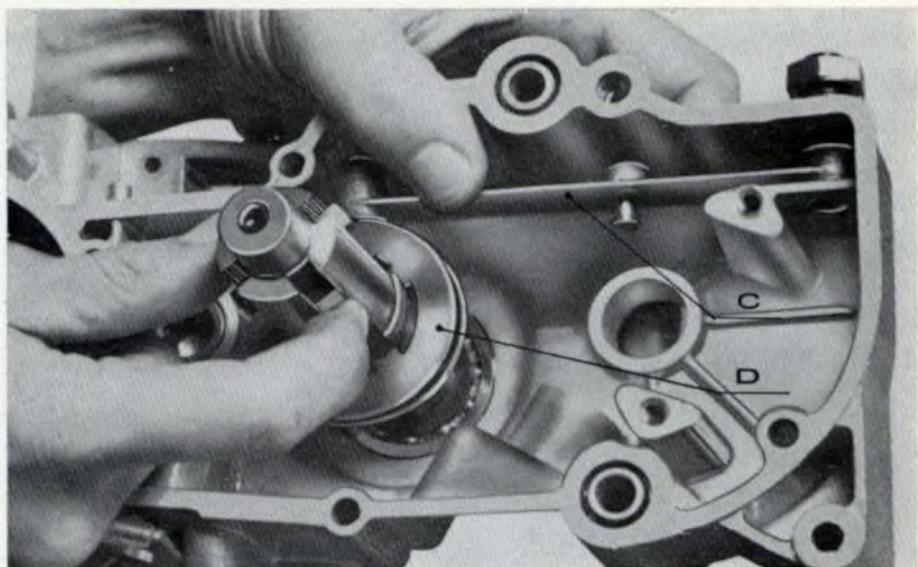

Fig. 15 - Montaggio leva comando cambio ed albero secondario
10. Fig. 15 - Montare la leva comando cambio C, infilando il pattino comando marce nel manicotto D posto sull'albero secondario ed infilare quest'ultimo nella propria sede.